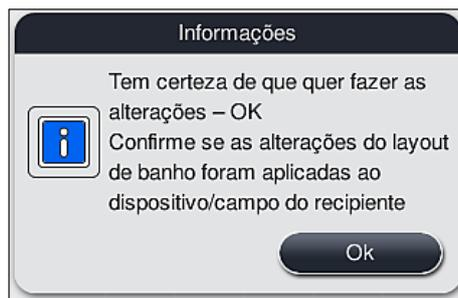
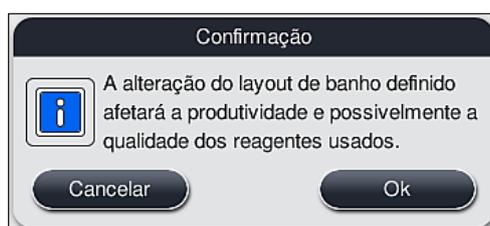

Fig. 62
Fig. 63
- Observe as mensagens de informações que são exibidas (→ "Fig. 62") (→ "Fig. 63") e confirme-as ou pressione **Cancelar** (→ "Fig. 63") para retornar à visualização do layout de banho.